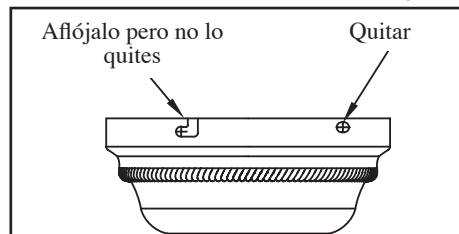

Figura 6
2. Retira la placa de montaje de la cubierta aflojando los cuatro tornillos de la parte superior de la misma. Quita los dos tornillos sin ranura y afloja los tornillos ranurados. Esto te permitirá retirar la placa de montaje (Figura 6).
2. Retira el soporte de montaje de la cubierta aflojando los cuatro tornillos en la parte superior de la cubierta. Quita los dos tornillos sin ranura y afloja los tornillos ranurados. Esto te permitirá retirar el soporte de montaje (Figura 6).